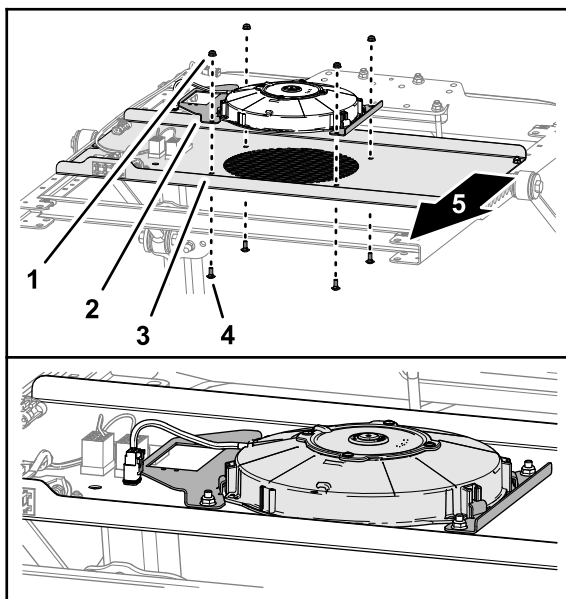

Figura 4
4. Alinhe os furos nos suportes de montagem da ventoinha com o furo no painel dos interruptores como se mostra na Figura 4.
- Monte a ventoinha de arrefecimento e suportes no painel de interruptores (Figura 4) com quatro parafusos de carroçaria (¼ pol. x 5/8 pol.) e quatro porcas flangeadas (¼ pol.).